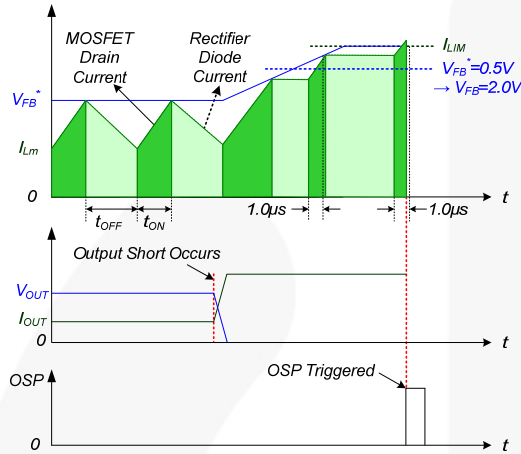

图 23. 输出短路保护
**4.3. 输出短路保护 (OSP):** 如果输出短路, 在最小导通时间内有一个具有极高 di/dt 的陡波电流流过 SenseFET。关断时, 该陡波电流会在 SenseFET 漏极上产生高压应力。为了防止器件发生异常情况, 需包含 OSP。包括检测  $V_{FB}$  和 SenseFET 导通时间。当  $V_{FB}$  高于 2.0 V 且 SenseFET 导通时间少于 1.0 $\mu$ s 时, FSL117MRIN 认为出现异常状况并关断 PWM 开关过程, 直至  $V_{CC}$  再次达到  $V_{START}$ 。异常状况输出短路如图 23. 所示。